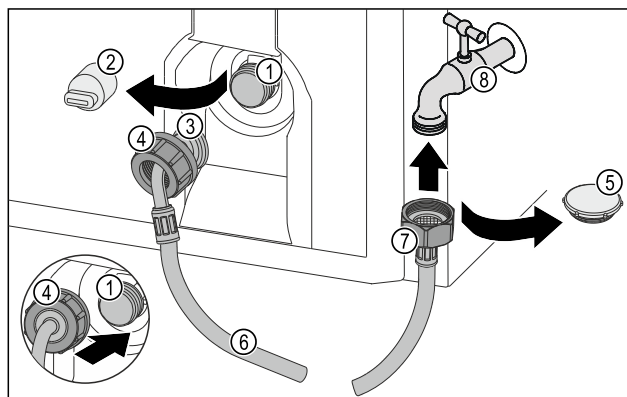

Fig. 7
- ▶ Uzavírací víčko Fig. 7 (5) odstraňte.
- ▶ Rovný konec hadice Fig. 7 (7) připojte k vodovodnímu kohoutku Fig. 7 (8).
- ▶ Utáhněte matici na rovném konci hadice Fig. 7 (7) ve směru hodinových ručiček.